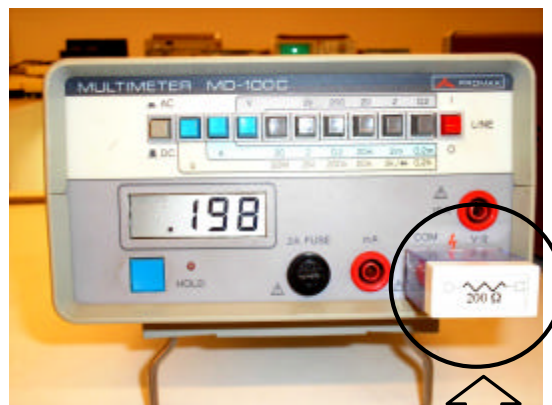

Figura 1
2. Les resistències que es poden comprar en un comerç no tenen exactament el valor indicat en elles. El fabricant ens garanteix que el valor real és dins del marge del 20%, 10% ó 5% del valor nominal indicat (normalment és del 10%). Mesureu el valor real de les resistències connectant-les directament al polímetre funcionant com a ohmímetre (veure figura 1).